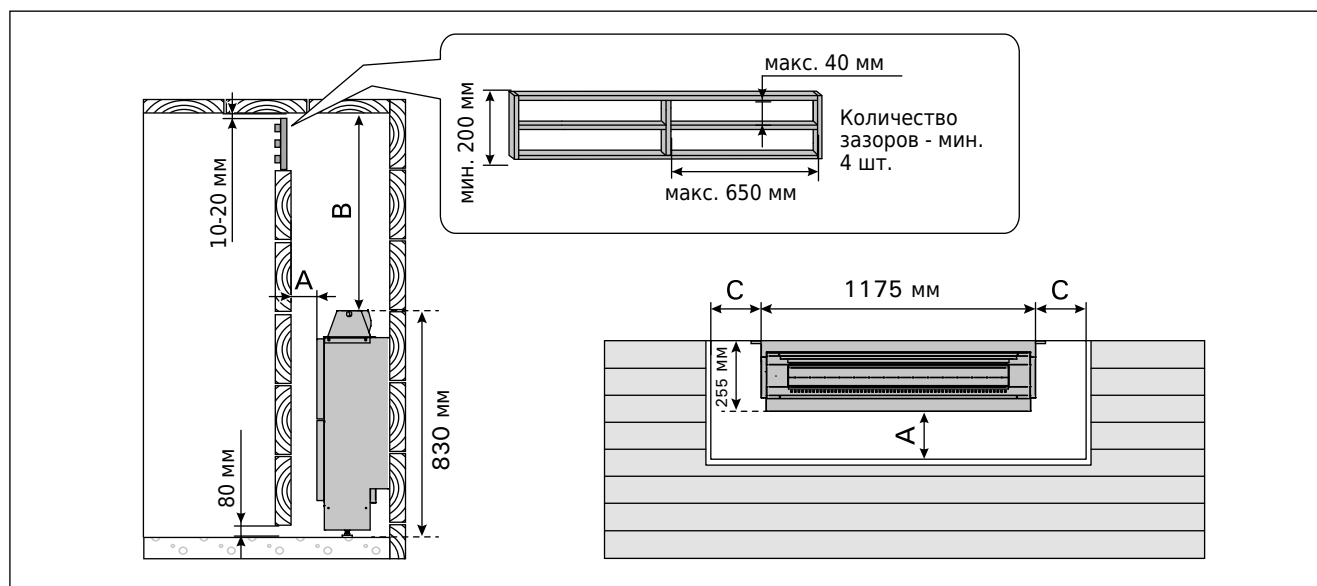

Рисунок 4. Безопасные расстояния каменки
лироваться в парилке сауны и холодный воздух имел доступ к каменке. Над перегородкой следует установить решетку. Между решеткой и потолком для циркуляции воздуха оставьте щель 10-20 мм (см. рисунок 4).
- При расположении каменки выполняются условия минимальных расстояний, изображенных на рис. 4 и указанных в таблице 1.
Для предотвращения попадания горючих материалов на электрокаменку установите решетку над перегородкой, расположенной перед каменкой. См. рисунок 4.